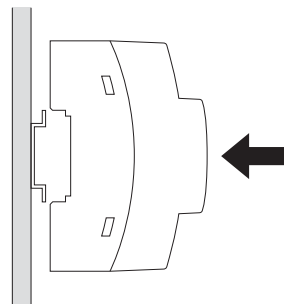

Fig. 9-2: Montage Bus Coupler auf Tragschiene
- Den Geniax Bus Coupler auf eine 35-mm-Tragschiene nach EN 60715 aufrasten (Fig. 9-2).